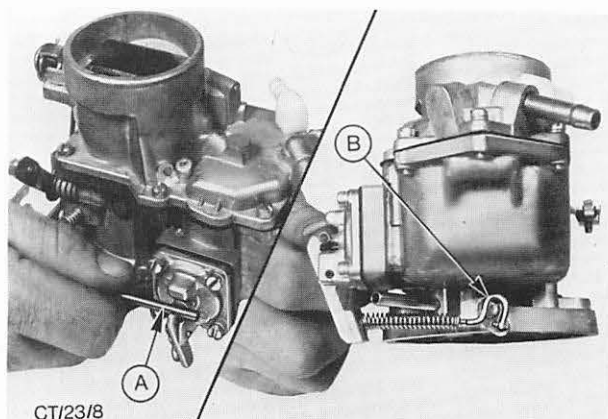

Abb. 49 Einstellen der Beschleunigerpumpe
18. Hub der Beschleunigerpumpe prüfen und ggf. einstellen. Abb. 49.
Leerlaufeinstellschraube zurückdrehen, bis diese den Anschlag nicht mehr berührt. Drosselklappe ganz schließen und Pumpenmembranstößel bis Anschlag hineindrücken. Spalt zwischen Pumpenhebel und Membranstößel messen. Zum Einstellen des Pumpenhubs Schleife am Pumpengestänge auseinander- oder zusammendrücken. Abb. 49.